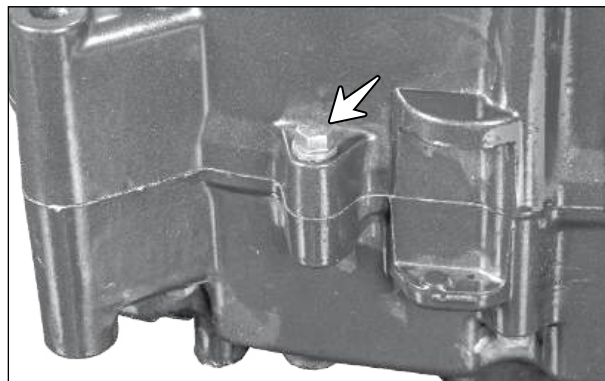

Fig. 3.131
- Remova o parafuso M6x25 (seta) de fixação do conjunto da carcaça do motor (LD). (Fig. 3.131)